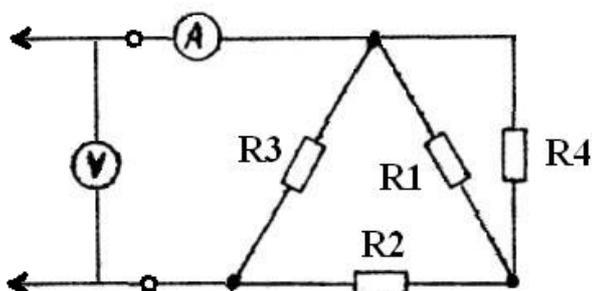

Рис.1.1 Электрическая схема линейного двухполюсника.
2.2. Собрать схему с подключенным линейным двухполюсником согласно рис. 1.1.
2.4. Вывести формулу эквивалентного сопротивления пассивного двухполюсника по схеме рис. 1.1 исходя из значений сопротивлений R_1 , R_2 , R_3 , R_4 . Рассчитать эквивалентное сопротивление с учетом измеренных величин сопротивлений по пункту 2.1.